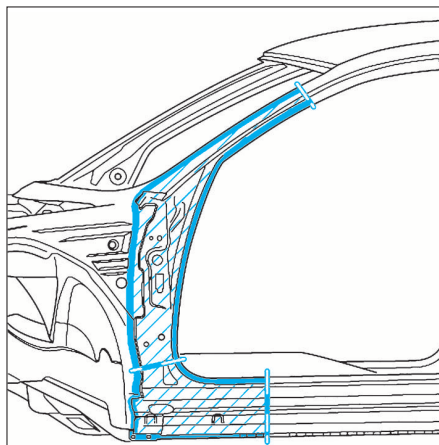

FIG. 11
- Effectuer la découpe à la partie supérieure en fonction de l'état d'endommagement de la carrosserie (Fig.11).